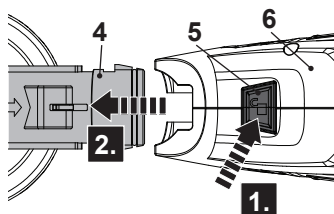

Fig. 12
- > Encha o recipiente de tinta com produto de limpeza, aperte o gatilho do interruptor (9) para ligar o produto e pulverize-o através do bocal de pulverização (3) / agulha do bocal (4a) até que o produto de limpeza saia como uma névoa transparente e clara.
- > Solte o gatilho do interruptor (9) para desligar o produto.
- > Pressione o botão de desbloqueio (5) (Fig. 12, passo 1) e deslize para fora para remover a cabeça de pulverização (4) da parte traseira da pistola de pulverização (6) (Fig. 12, passo 2).